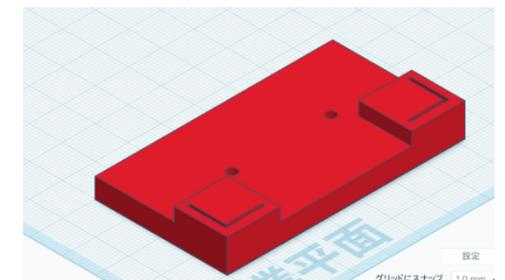

図8 下のパーツ
② アングル材を平行に保つアイテム
①のアイテムを垂直に上げるためにアングル材を平行に保つ必要がありました。そのため、アングル材を平行に保つためにこのアイテムを作成しました（図8、9）。3Dプリンターで作成し、コピーすることでL字型の穴をずれがなく平行に保てるようになりました（図10）。さらに下のほうのアイテムはモーターとシャーシも接続できるようになりました。